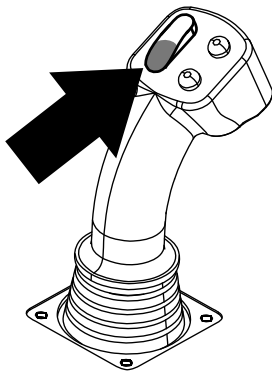

Figure 15
7. Maintenez le bas de l'interrupteur à bascule enfoncé (Figure 15) jusqu'à ce que les bras tournent avec la tige et reviennent à la position de repos, et que les pinces entrent dans le creux de la came (Figure 16).